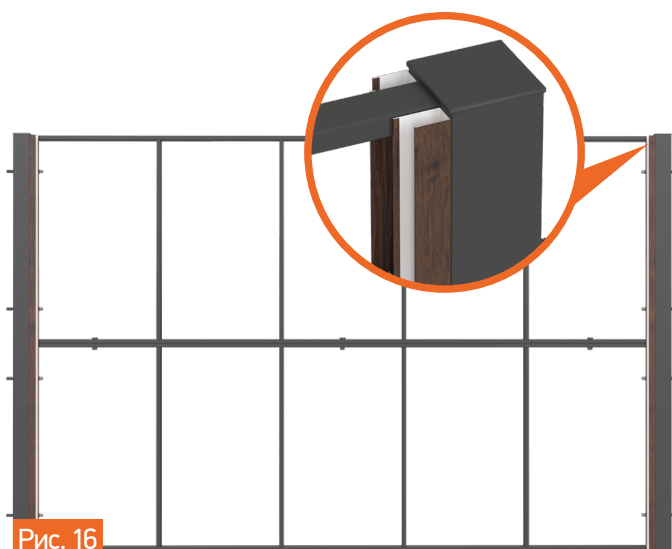

Рис. 16
3. Зафиксируйте секции на болты М10 при помощи гаек, через шайбу. Рис. 16.
При помощи саморезов ПШС 4.2x16 установите вертикальный П-образный профиль с каждой стороны секции. На 2-х метровый профиль потребуется пять саморезов. Рис. 16. При необходимости, можно заказать у производителя вертикальный П-образный профиль большей длины